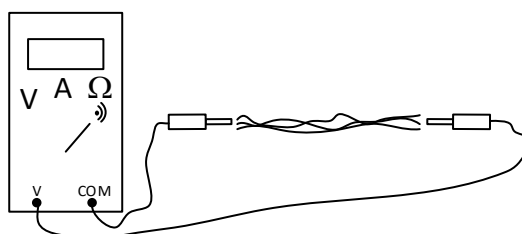

Figura 1: Medição de resistência com indicação sonora
4. Em um multímetro, localize a função de medição de resistência com indicação sonora (“beep”). Utilizando dois dos cabos para conexão, verifique o funcionamento do “beep”, conforme figura 1. **Atenção: essa e qualquer medição de resistência deve ser feita com o circuito completamente desenergizado.**